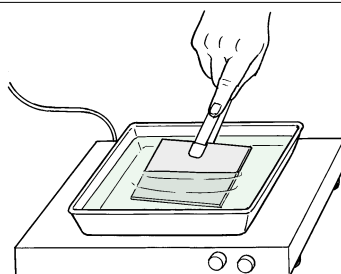

図7 エッチング
- 2 ●基板を動かしていると、不要な銅箔部が溶けてパターンだけが残る(図7)。